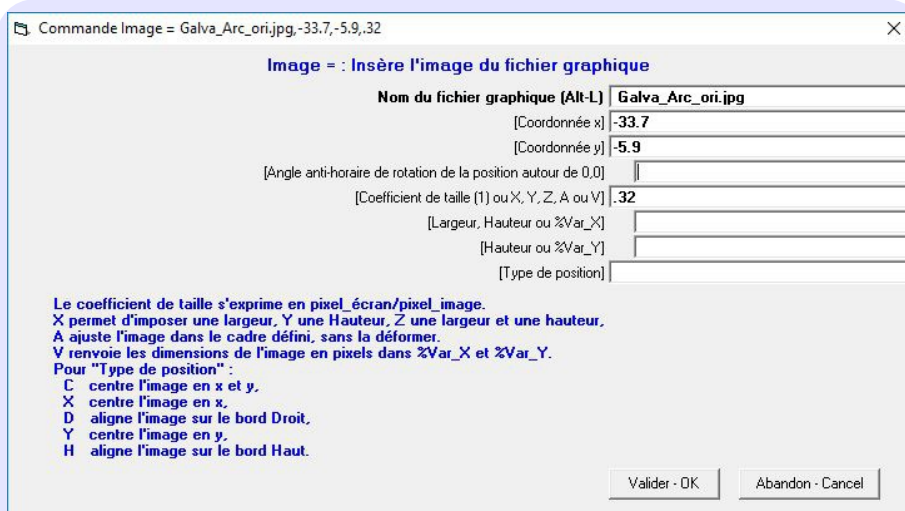

Fig. 6 - Masque de saisie de la commande Image
**Masques de Saisies**, mis en place avec la version 2.50, font que la saisie des paramètres d'une commande est maintenant chose facile. Ils donnent en effet une description de la commande et de chaque paramètre, évitant ainsi de connaître l'ordre des paramètres et leur signification. Un exemple est donné Fig. 6 pour la commande Image, un autre Fig. 9 pour la commande externe **GCE\_E** (mnémorique pour GalvaCommandeExterne\_Echelle).
- appuyez sur F2 pour ouvrir le Masque de Saisie de cette commande (voir Fig. 6),